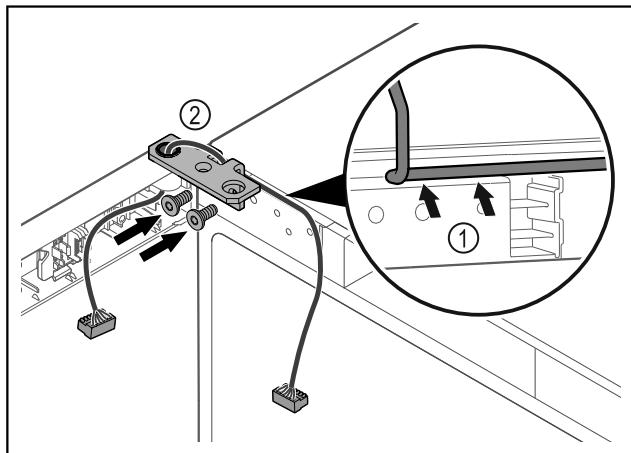

Fig. 58
- ▶ 将电缆穿过合页角铁的缺口并小心铺设 Fig. 58 (1)。
- ▶ 拧上合页角铁 Fig. 58 (2)。